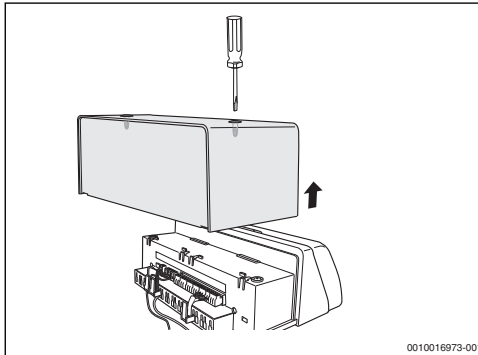

Fig. 48 Retirer le capot de recouvrement
- ▶ Détacher les 2 vis sur la partie supérieure du capot de recouvrement (→ fig. 48).